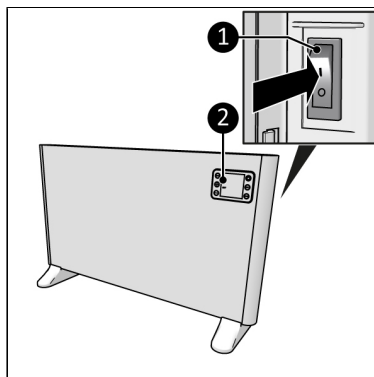

Figura 17
1. Comutați comutatorul PORNIT/OPRIT în poziția Pornit (Figura 17, poz. 1).
2. Afișajul (Figura 17, poz. 2) va indica opțiunea ZAP (Oprit).